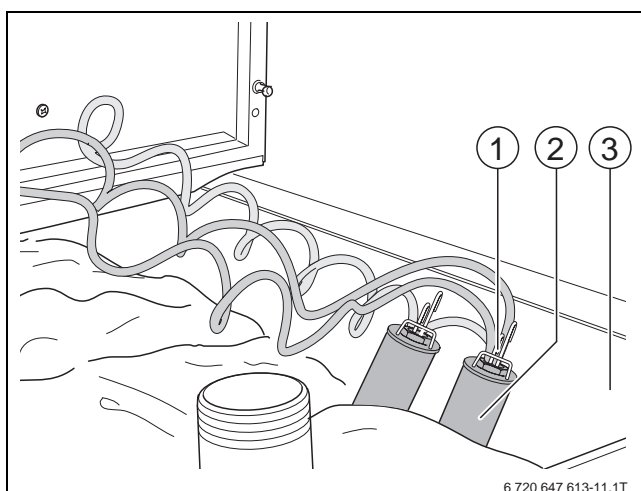

Fig. 5 Senzori de temperaturi racordați
- ▶ Repartizați următorii senzori de temperatură (→ Fig. 5, [1]) pe tecile de imersie existente (maximum trei per teacă de imersie) (→ Fig. 5, [2]) :
- Regulator de control al temperaturii apei din cazan (TW)